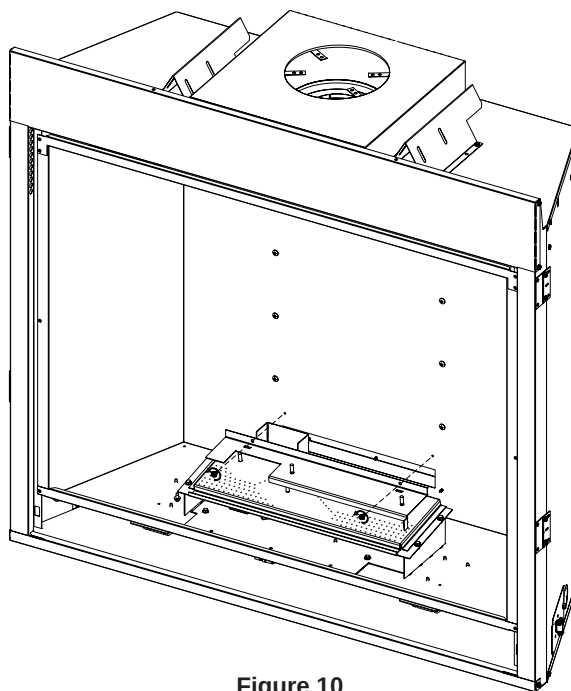

Figure 10
6. Déposer le support de bûches en retirant les deux vis fixant la plaque métallique au support de bûche. Conserver le support de bûche et les vis pour le remontage. **Voir Figure 10.**
16. Réinstaller le support de bûches et le fixer avec la plaque métallique et les deux vis déposées à l'étape 6. **Voir Figure 10.**